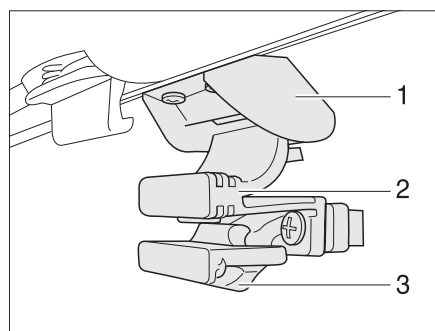

Fig. 47 Fenêtre dans la porte de cellule
- Pousser la sécurité (Fig. 47,3) vers le bas.
- Presser la poignée (Fig. 47,2) et faire glisser la fenêtre vers le bas.
- Faire glisser la fenêtre vers le haut jusqu'à ce que la poignée (Fig. 47,2) se verrouille dans le verrouillage (Fig. 47,1).